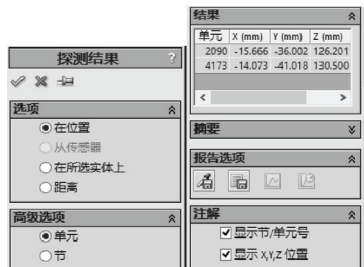

图 9-55 探测操作结果
- **探测**：探测所选位置处的“单元”或“节”信息，如图 9-55 所示。